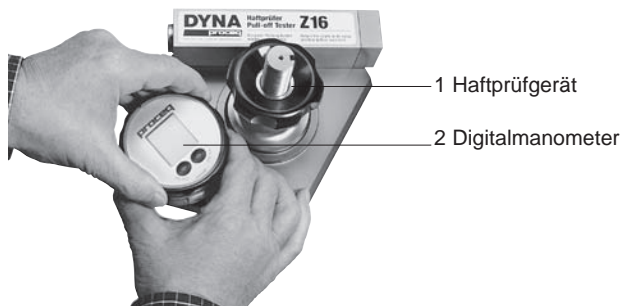

Fig. 3.3 Batteriewechsel
- Drehen Sie den Deckel anschliessend im Uhrzeigersinn wieder in die Ausgangsposition (siehe Fig. 3.3).